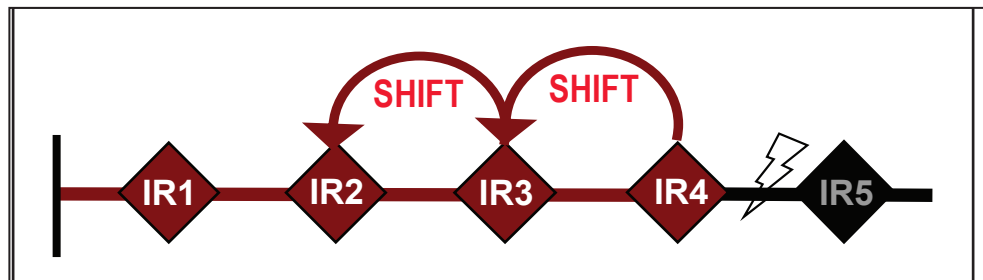

Figura 19. Falta temporária CEC; IR3 e IR4 detectam a falta e enviam uma mensagem de mudança de curva (SHIFT).
- Os interruptores de falta IntelliRupter IR3 e IR4 detectam a falta e enviam mensagens de mudança de curva aos seus vizinhos do lado fonte. Ver Figura 19.